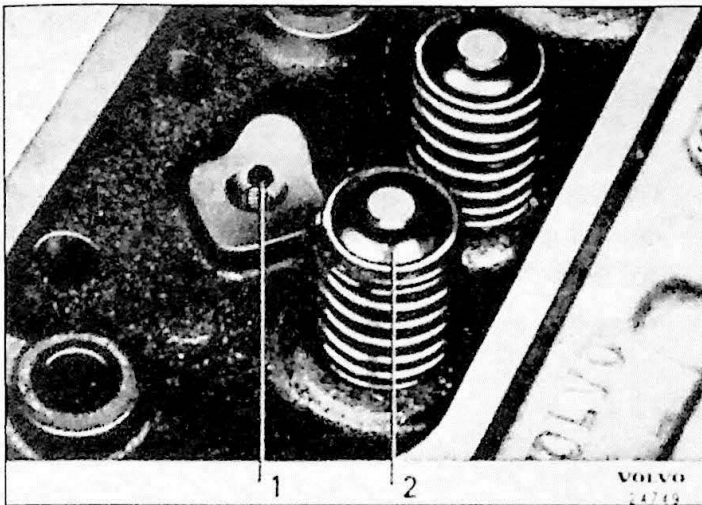
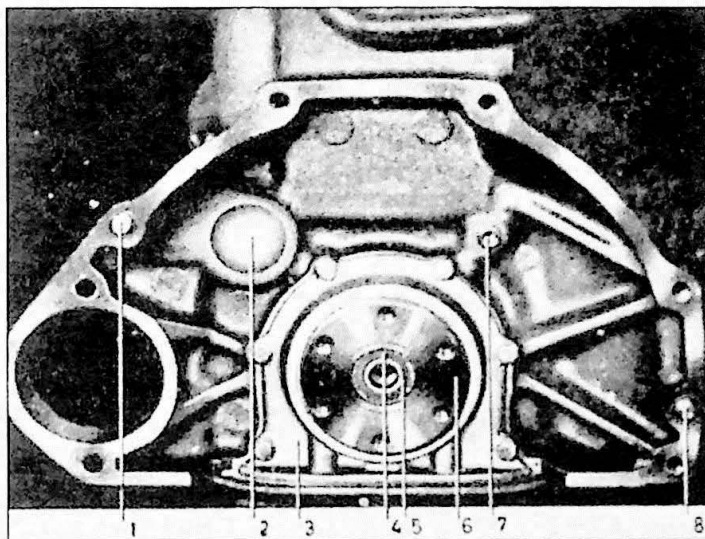
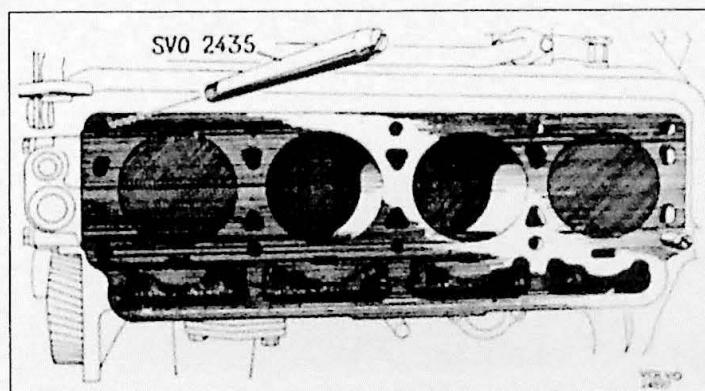
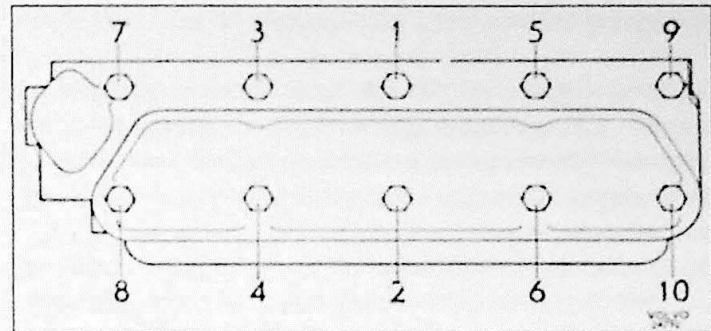

Fig. 2.8. Cilinderkop. 1. oliegaatje, 2. rubber plaatje
Fig. 2.9. Achterzijde motor. 1. paspen, 2. afsluitplaatje, 3. afdichtingsflens, 4. borgring, 5. steunlager, 6. krukas, 7. plug, 8. paspen
Fig. 2.10. Pasbouten voor de montage van de cilinderkop
Fig. 2.11. Aantrekvolgorde voor de cilinderkopbouten
De cilinderkop wordt gemonteerd met behulp van pasbouten SVO 2435. (alternatief: twee rond afgeslepen kopbouten met een ingezaagde gleuf voldoen ook goed). Deze bouten dienen om de pakking op zijn plaats te houden en de gaten in het blok en de kop in lijn te krijgen. Na het plaatsen van de kop deze bouten weer verwijderen en vervangen door de kopbouten. De bouten worden in een bepaalde volgorde aange-trokken (Fig. 2.11) om het ontstaan van onnodige spanningen te vermijden. Controleer of het olie-gaatje (1, Fig. 2.8) voor de smering van de tuimelaar open is. Het steunlager (5, Fig. 2.9) voor de montage insmeren met hittebestendig kogellagervet. Het lager en het beschermplaatje worden op hun plaats gehouden door een borgring (4). De belangrijkste bouten en moeren moeten met een momentsleutel worden aangetrokken. Zie daarvoor 'aantrekkoppels' in de specificaties.
9. Laat het pasvlak van de cilinderkop op vlakheid controleren en laat eventueel vlakken. Monteer de kleppen. Draai de pasbouten SVO 2435 in het blok, één rechtsvoor en één linksachter (Fig. 2.10). Gebruik een nieuwe koppakking (ingedrukte belettering boven) en nieuwe afsluitringen voor de waterpomp en monteer de cilinderkop. Draai de pasbouten eruit en monteer de kopbouten ook in deze gaten. Zie Fig. 2.11 voor de aantrekvolgorde en voor het aantrekkoppel de specificaties. Monteer de overige delen. Vul met koelvloeistof en controleer het oliepeil.